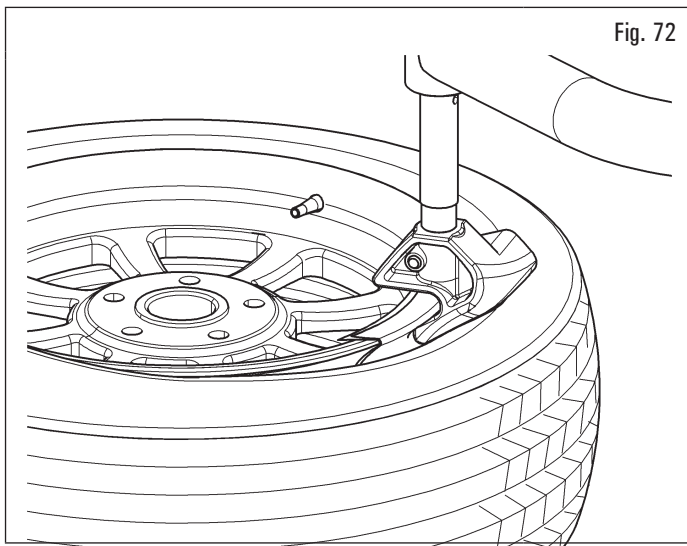
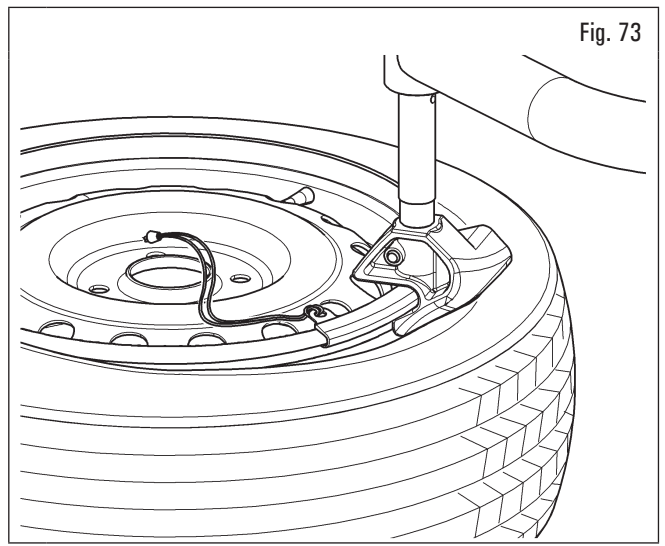

Fig. 72
Fig. 73
11. inserte el útil cuña en el borde de la llanta en el extremo derecho de la lámina de protección del talón (Fig. 72) o el protector del talón (Fig. 73) aplicadas al borde de la llanta;